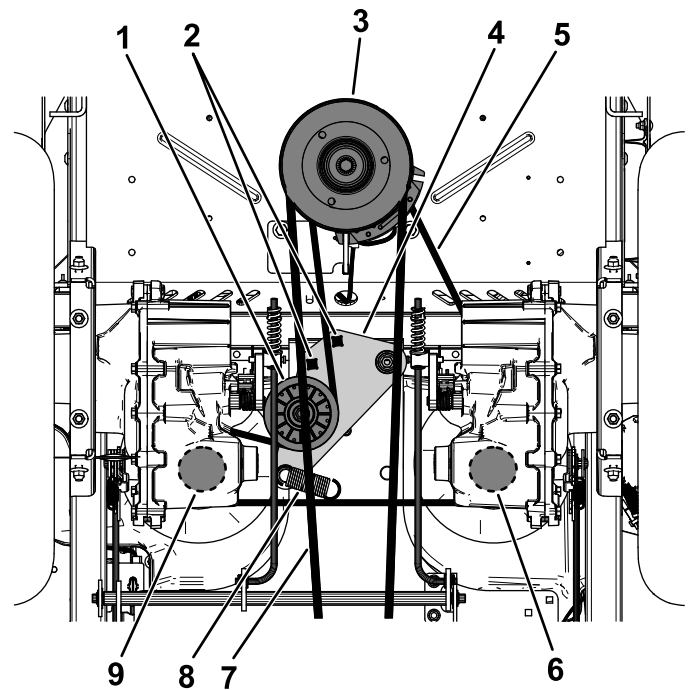

Figura 66
5. Utilice una llave de carraca de 1/2" o similar en uno de los orificios cuadrados del brazo tensor para aliviar la tensión del muelle tensor (Figura 66).
6. Retire la correa existente de la polea tensora, de las 2 poleas de transmisión de la bomba hidráulica y de la polea del motor (Figura 66).
7. Instale la correa nueva alrededor de la polea tensora, la polea del motor y de las 2 poleas de la bomba hidráulica (Figura 66).